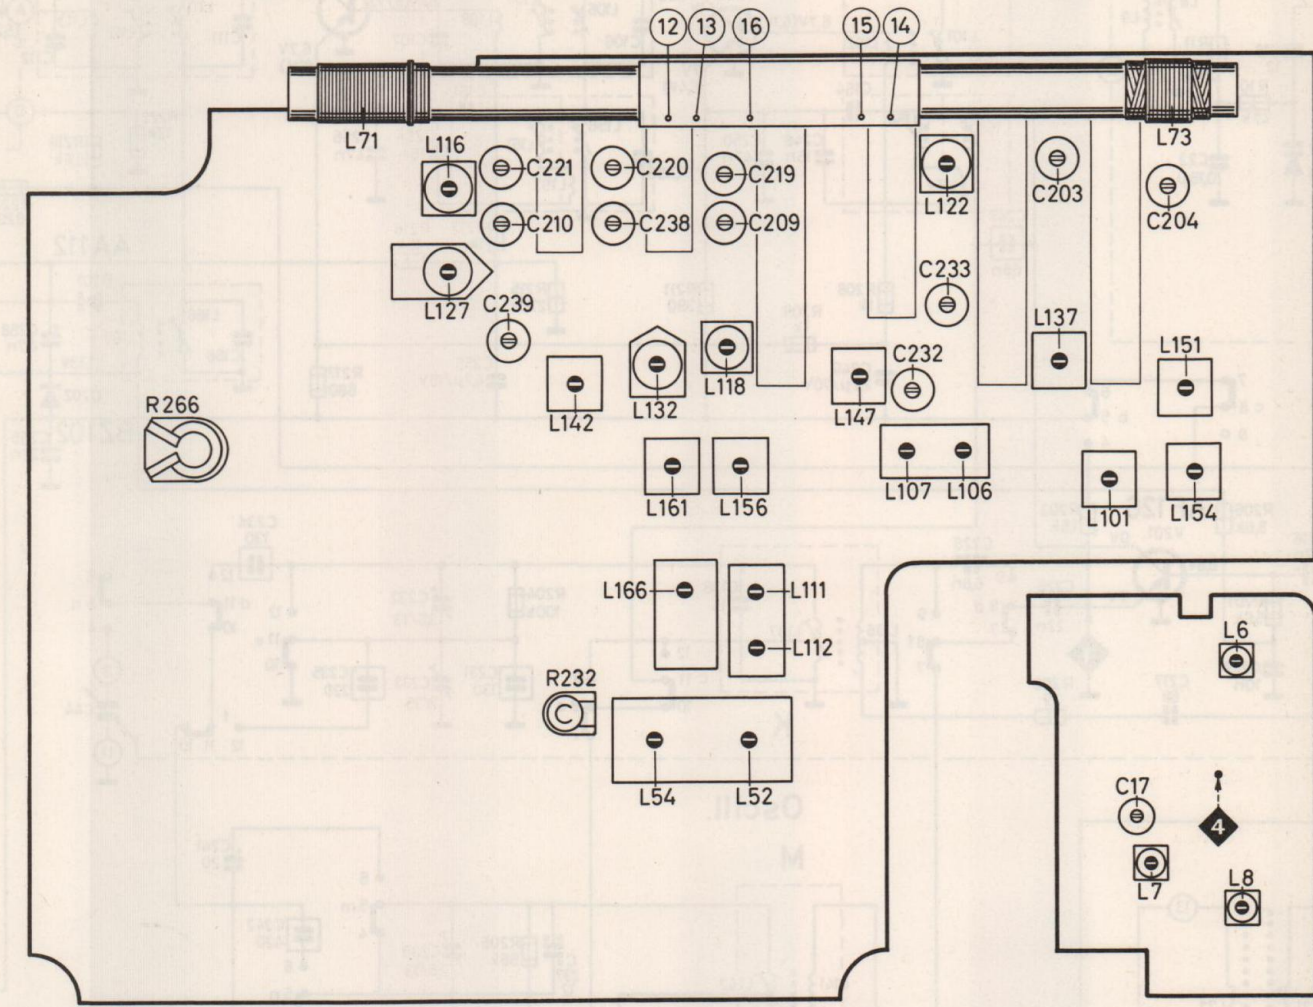

Fig. 5
4) Ein AM-Signal, 400 Hz, 30% moduliert, soll eine Ratiospannung von 1,4 V erzeugen. Dann mit R 232 ein Spannungsminimum am Outputmeter einstellen, Fig. 5.
4) An AM signal, 400 Hz, 30% modulated, must produce a ratio voltage of 1.4 V. Adjust a voltage minimum at the outputmeter by means of R 232, see fig. 5.
4) Un signal AM, 400 Hz, modulé 30%, doit engendrer une tension de rapport de 1,4 V. Régler une tension minimum à l'outputmètre moyennant R 232 fig. 5.